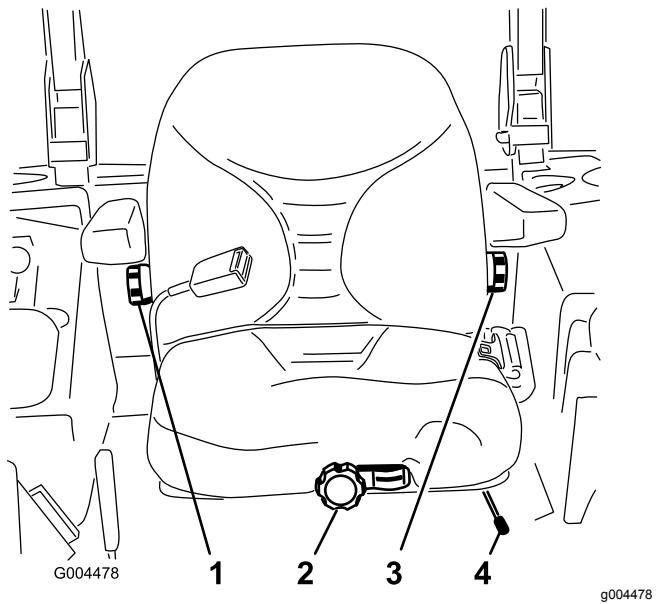

図 11
1. 調整は、レバーを横に動かしてシートのロックを解除して行います図 11。
運転席に座らずに、座席前部にあるノブを、オペレータの体重に合わせてセットします図 11。
調整は、右側のアームレストの下にあるノブを回して最も乗り心地が良い位置にセットします図 11。
調整は、左側のアームレストの下にあるノブを回して最も乗り心地が良い位置にセットします図 11。